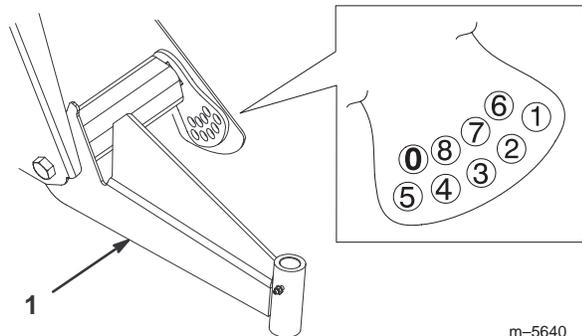

**Bild 34**
2. Entfernen Sie die Anschlagsschraube (Bild 34).
3. Lockern Sie die Zentrierschrauben im vorderen A-Arm (Bild 34).
4. Entfernen Sie die Fahrhöhe-Einstellschraube (Bild 34).
5. Drehen Sie den vorderen A-Arm in die gewünschte Stellung (siehe die nachstehenden Hinweise) und schrauben die Fahrhöhe-Einstellschraube wieder ein (Bild 34).
7. Setzen Sie die Anschlagschraube (Bild 34) wieder ein.